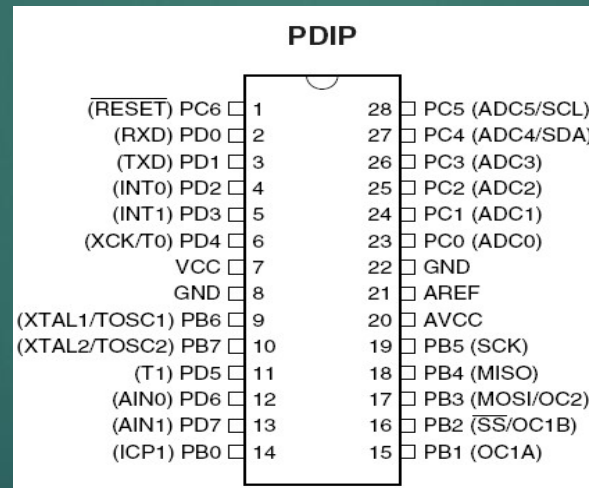

Figura 5. Esquema de pines del Atmega8.
- ▶ Una vez amplificada la señal entregada por el amplificador de instrumentación, un conversor A/D, incorporado en el Atmega 8 (figura 5) de ATMEL.